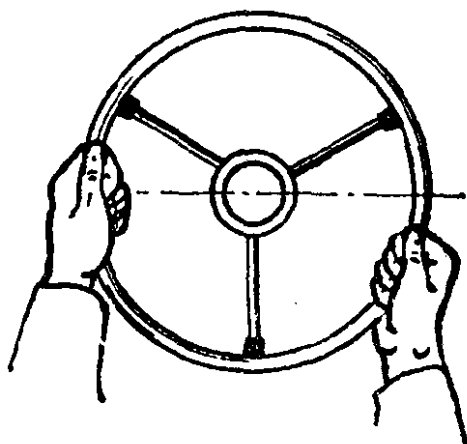

图4 两手握转向盘的位置
1. 转向盘的正确握法，两手应分别握稳转向盘边缘左右两侧，位置（按钟表面十二时的位置）左手在九、十时之间，右手在三、四时之间（如图4）。